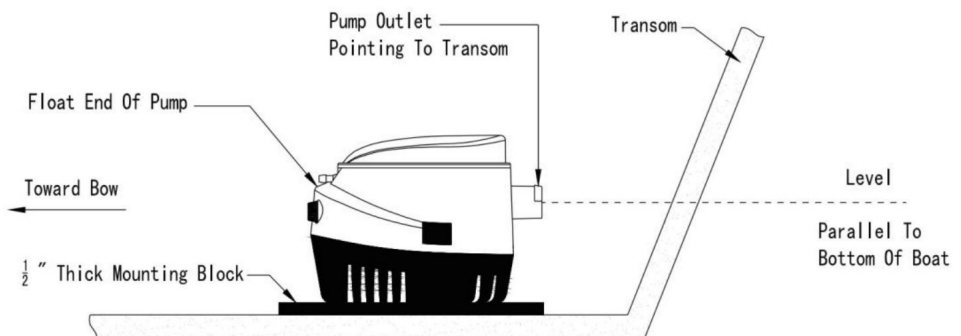

Figure 1
1. Zorg ervoor dat de dikte van de romp ten minste 1/2" dik is. Als dat niet het geval is, plaats dan een blok 1/2" marine multiplex (iets groter dan de pompbasis) in het laagste deel van de bilge. Zorg ervoor dat de pompkap verwijderd kan worden voor reiniging in deze positie. Lijm het multiplex aan de romp met een waterdichte lijm (epoxy, siliconenlijm of glasvezelharz). Zie afbeelding 1.
3. Het vlotteruiteinde van de pomp moet gelijk zijn met of hoger zijn dan het pompuiteinde (Zie afbeelding 1). Dit voorkomt dat de pomp zonder water komt te zitten terwijl de vlotter nog hoog genoeg is om de pomp te activeren.
4. Markeer de locatie van de drie (3) montagegaten met een potlood of kraspen.